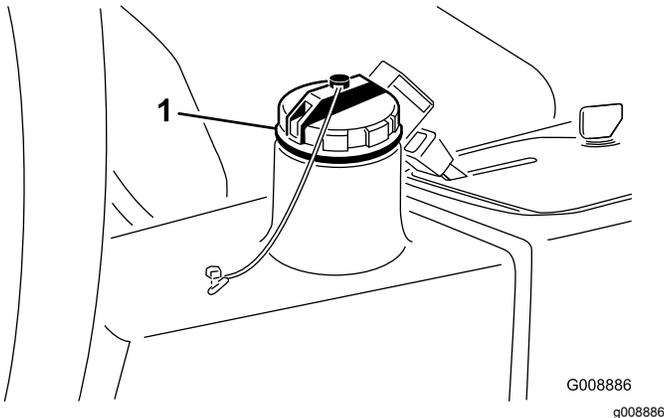

Figura 81
4. Encha o reservatório (Figura 81) com aproximadamente 13,2 litros de fluido hidráulico; consulte Verificação do sistema hidráulico (página 25).